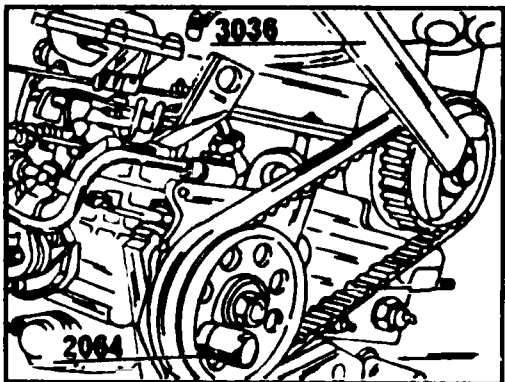

Рис. 3.26 Штифт, установленный в шкив ТНВД (слева) и фиксатор шкива ТНВД на распредвале (справа)
◆ Теперь необходимо заблокировать шкив ТНВД, вставив в него специальный штифт, показанный на рис. 3.26. Отверните болт крепления и выньте его вместе с большой шайбой. Снимите шкив ТНВД, а также зубчатый ремень насоса.
◆ Приводное колесо ТНВД на распредвале зафиксируйте инструментом аналогичным показанному на рис. 3.26 и ослабьте болт распредвала. Необходимость демонтажа этого болта существует только тогда, когда требуется заменить зубчатый шкив распредвала.
◆ Теперь необходимо зафиксировать шкив ТНВД, вставив в него штифт, показанный на рис. 3.26.
◆ Придерживая зубчатый шкив ТНВД штифтом, показанным на рис. 3.26, отверните и выньте болт крепления вместе с большой шайбой. Снимите шкив ТНВД, а также зубчатый ремень насоса.
◆ Приводной шкив ТНВД на распредвале зафиксируйте инструментом, аналогичным показанному на рис. 3.26, после чего строньте болт распредвала. Отвинчивать этот болт следует только тогда, когда требуется заменить шкив распредвала.
- ◆ Вставьте в колесо ТНВД установочный штифт 2064 (см. рис. 3.26) и заблокируйте шкив насоса.
- ◆ Показанным на рис. 3.26 приспособлением придерживайте зубчатый шкив привода ТНВД и вывинтите болт, крепящий этот шкив на распредвале.
- ◆ Придержите шкив газораспределения (например, устройством показанным на рис. 3.26) и отверните болт крепления на один оборот.